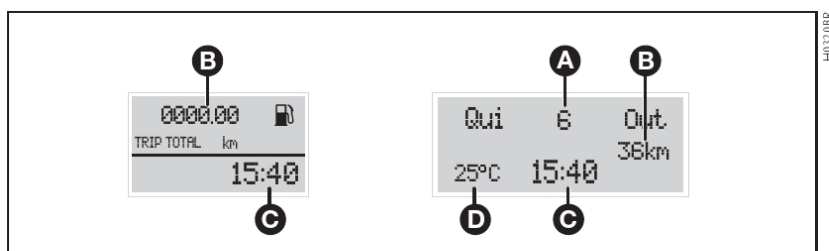

fig. 44
- Hodômetro total/parcial (B-fig. 44).
- Relógio (C-fig. 44).
- Temperatura externa (D-fig. 44).
- Data (A-fig. 44) ou o nome da emissora de rádio, caso a função de repetição das informações do rádio esteja ativada (quando disponível). Em caso de exibição do nome da emissora de rádio, a data não será exibida.